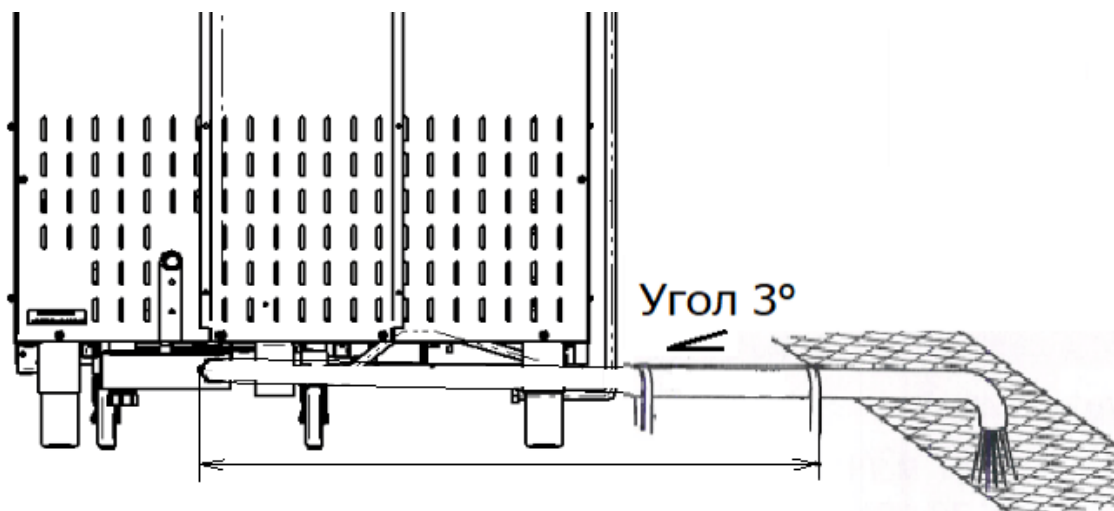

Рис. 8 Подключение пароконвектомата к канализации – слив в трап.
- канализация для подключения пароконвектомата одним из способов подключения, указанных на рис. 8...10;